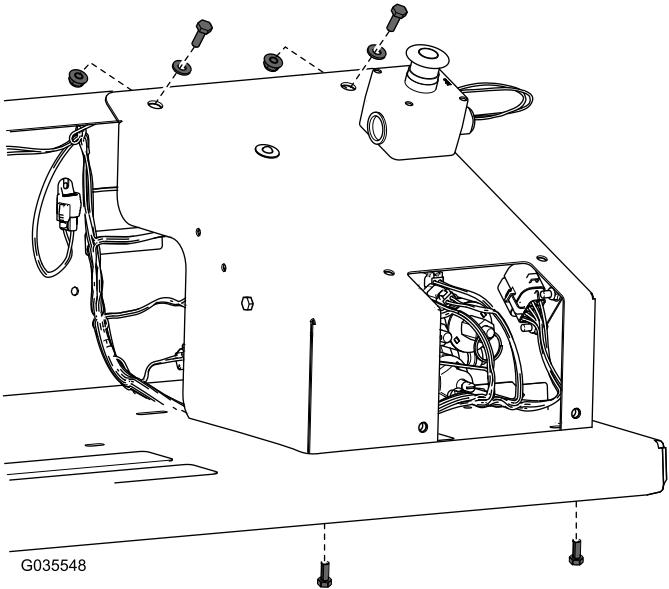

图20
11. 用适当的螺栓、垫圈和螺母将盖子固定到挡泥板罩上 图20。